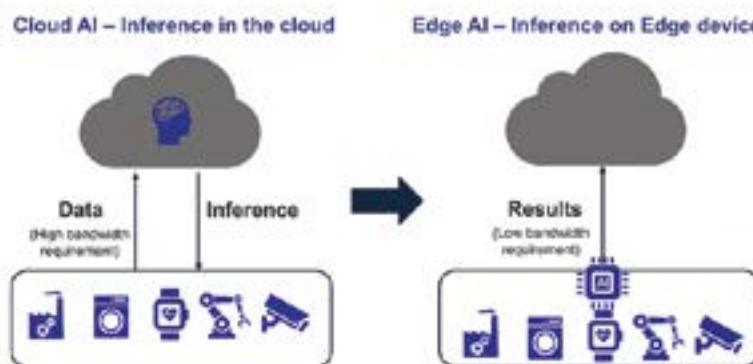

Imagen 1. Pasando de inferencia de IA en la nube a inferencia en el Edge.
*Imagen 1. El conocimiento y la experiencia agrícola tradicional, junto con tecnología innovadora, no solo suponen un camino diferente, sino uno más inteligente para el futuro de la agricultura.*